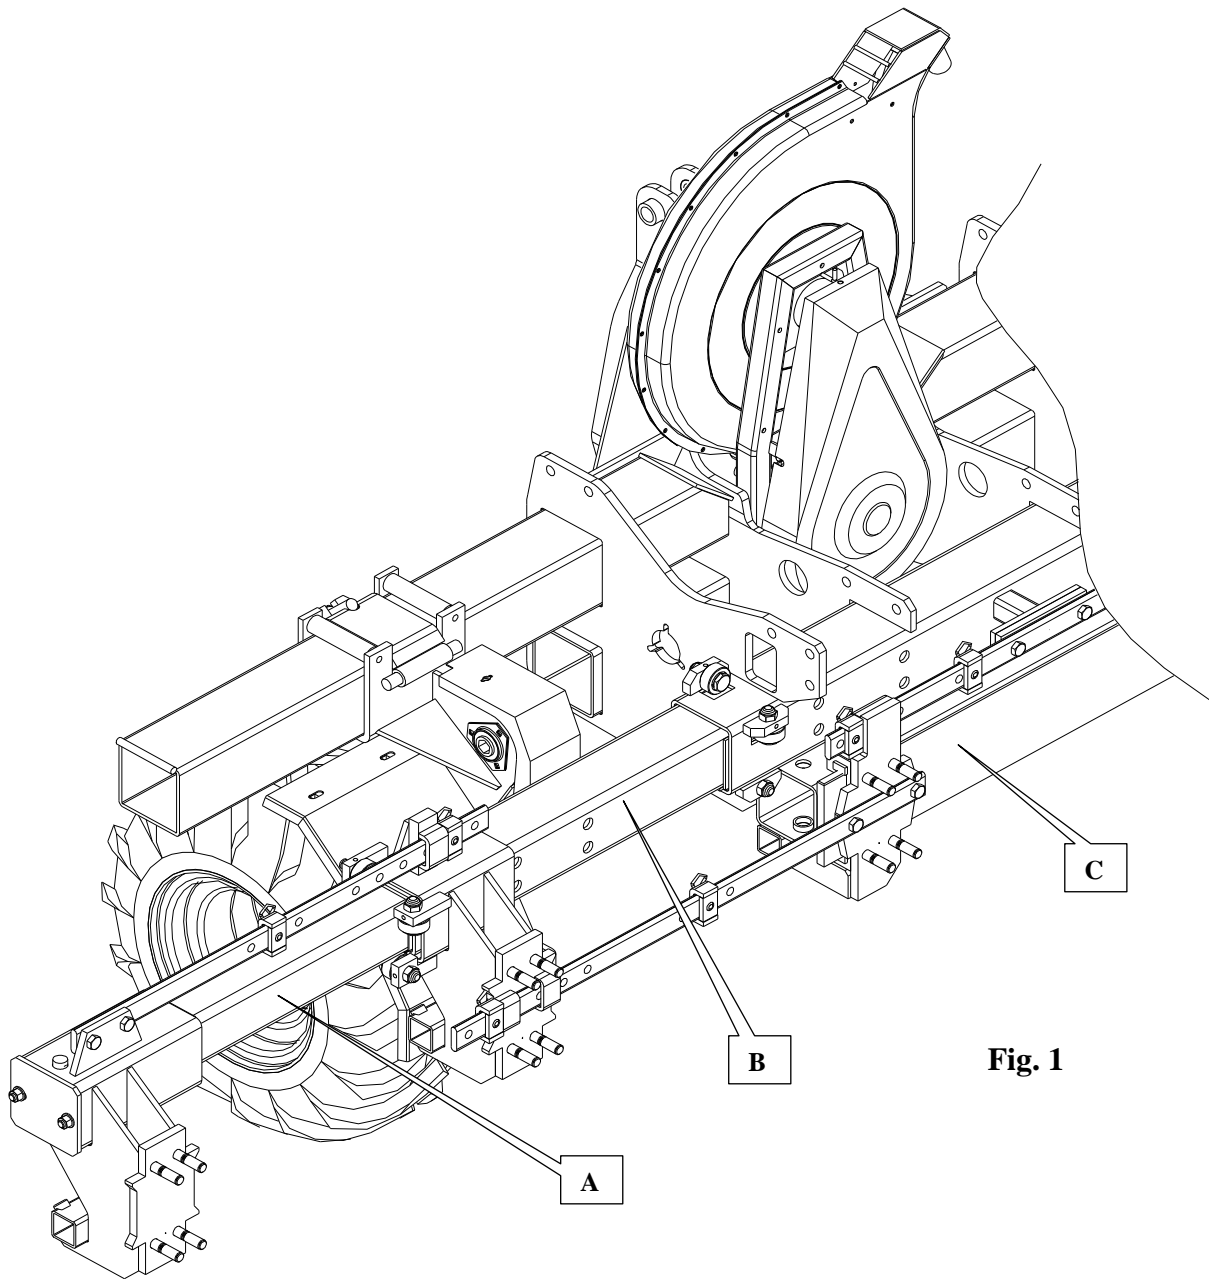
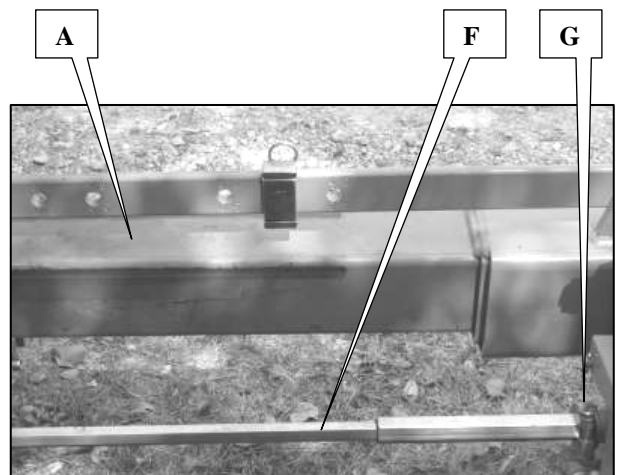

Fig. 1
Fig. 3
2 - Togliere il carter dalla cinghia (E fig. 3).
3 - Allentare le 4 viti del piano (B fig. 1) senza smontarle.
- Graisser légèrement les parties télescopiques (A et B fig. 1 et 3), les glissières des éléments n°3 et n°4 (C fig.1 et 2) et les arbres 6 pans (F fig. 3).
- Contrôler le serrage des bagues d'arbre 6 pans G (fig. 3).
-Graisser les parties télescopiques (A et B fig. 1 et 3), les glissières des éléments n°3 et n°4 (C fig.1 et 2) et les arbres 6 pans (F fig. 3). Rentrer et sortir ensuite plusieurs fois les tronçons.
- Lightly grease the telescopic sections (A et B fig. 1 and 3), the metering unit 3 and 4 runners (C fig.1 et 2) and the hexagonal shafts (F fig. 3).
- Check the tightness of the hexagonal shaft rings G (fig. 3).